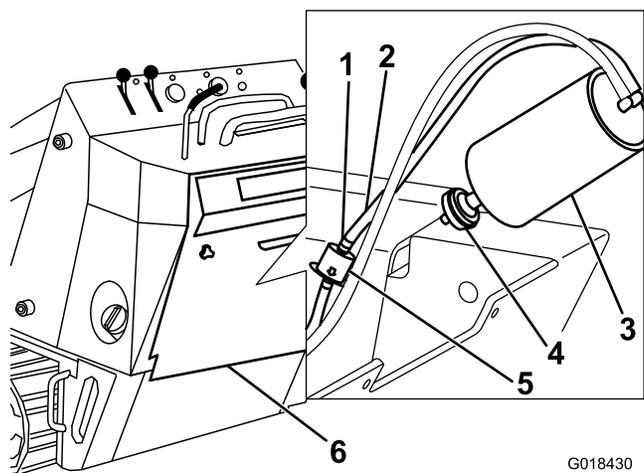

Рисунок 34
3. Снимите и удалите в отходы воздушный фильтр (Рисунок 34).
- Установите новый фильтр в угольный элемент (Рисунок 34).
- Переместите шланговые хомуты пружинного типа с обеих сторон фильтра линии продувки с угольным элементом в сторону от фильтра (Рисунок 34).
- Снимите и удалите в отходы фильтр линии продувки (Рисунок 34).
- Установите новый фильтр в шланг так, чтобы стрелка на фильтре была направлена в противоположную от угольного элемента сторону, и зафиксируйте его шланговыми хомутами (Рисунок 34).